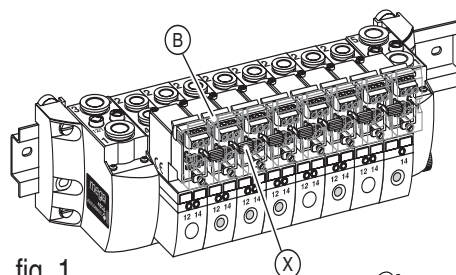

fig. 1
- **conectores IP20** (fig. 1) com Led e protecção eléctrica integradas, com terminal de parafuso previsto para a montagem em armário. Sistema com ligação eléctrica parcialmente integrada já que o comum eléctrico de todos os pilotos da ilha pode estabelecer-se directamente mediante as pontes de união (X).